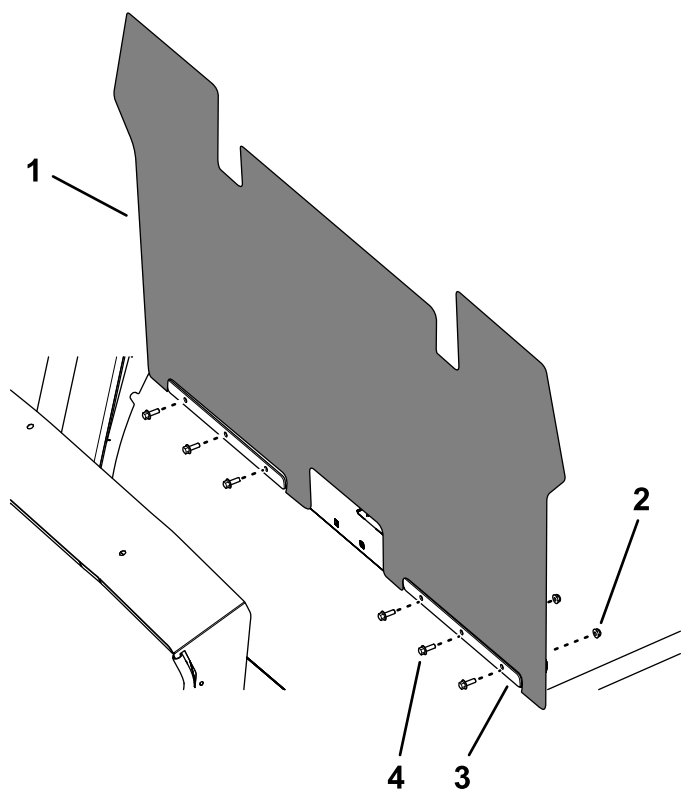

Figure 22
2. Fixez la tôle de protection intérieure et les brides à l'aide de 6 boulons à tête hexagonale et embase ($\frac{1}{4}$ " x $\frac{3}{4}$ ") et 6 écrous à embase ($\frac{1}{4}$ "), comme montré à la Figure 22.